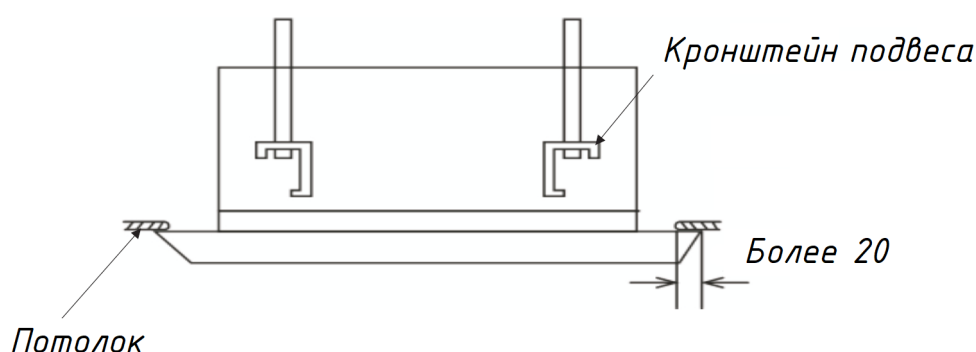

Рисунок 5.2 – Схема подвешивания внутреннего блока
- 1) Декоративная панель должна перекрывать отделку потолка на 20 мм или более (см. рисунок 5.2).